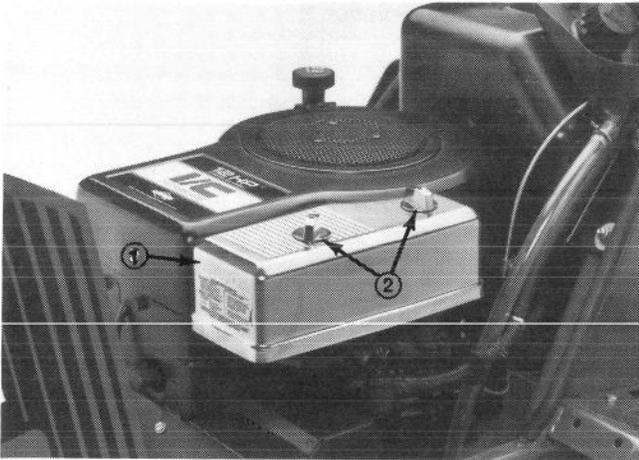

Fig. 10
2. Déposer les boutons et le couvercle du filtre à air (Fig. 10).